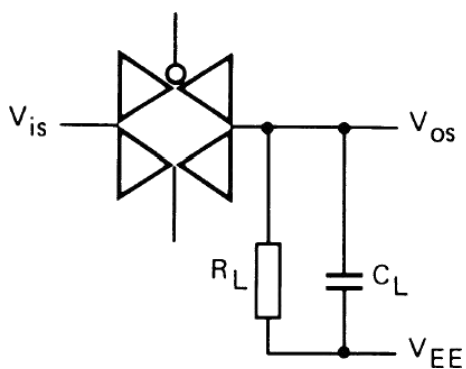

图 4
4.  $R_L=10K\Omega$ ;  $C_L=15pF$ ; 通道开;  $V_{is}=V_{DD} (P-P) / 2$  (正弦波, 在  $V_{DD}/2$  处对称),  $f_{is}=1KHz$ ; 如图 4 所示
7.  $R_L=1K\Omega$ ;  $C_L=5pF$ ; 通道关;  $V_{is}=V_{DD} (P-P) / 2$  (正弦波, 在  $V_{DD}/2$  处对称);  $20lg(V_{os}/V_{is})=-50dB$ ; 如图 4 所示
8.  $R_L=1K\Omega$ ;  $C_L=5pF$ ; 通道开;  $V_{is}=V_{DD} (P-P) / 2$  (正弦波, 在  $V_{DD}/2$  处对称);  $20lg(V_{os}/V_{is})=-3dB$ ; 如图 4 所示